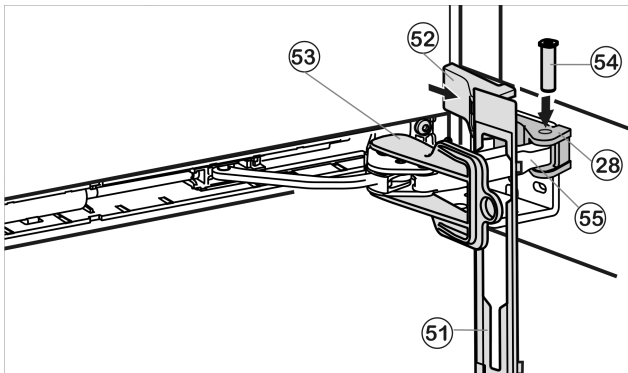

Fig. 22
- ▶ Accrocher le panneau Fig. 22 (51) sur l'étrier de l'amortisseur de telle sorte à ce que le crochet d'arrêt pointe vers l'avant et la face avant de l'appareil.
- ▶ Tirer l'étrier de l'amortisseur Fig. 22 (55) vers l'élément pivotant Fig. 22 (28) et enfoncer à nouveau le pivot Fig. 22 (54) à partir du haut, de telle sorte à ce que le carré repose dans l'évidement.
- ▶ Placer le cache Fig. 22 (52) et le bloquer.
- ▶ Retirer le dispositif d'arrêt Fig. 22 (53) en le tournant.
- ▶ Faire encliqueter le panneau Fig. 22 (51) à la porte.